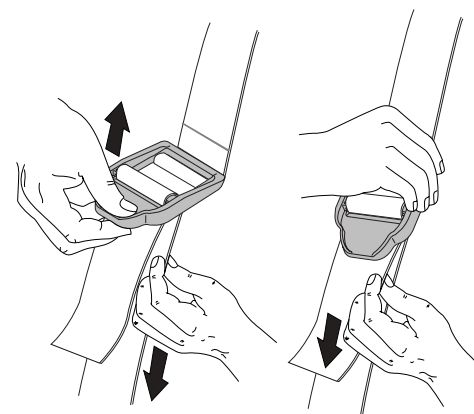

Fig. 6
- Rallongez le harnais en tirant dessus et en tirant la boucle vers le haut (fig. 6).
- Raccourcissez le harnais en le tirant en sens inverse à travers la boucle tout en retenant la boucle (fig. 6).